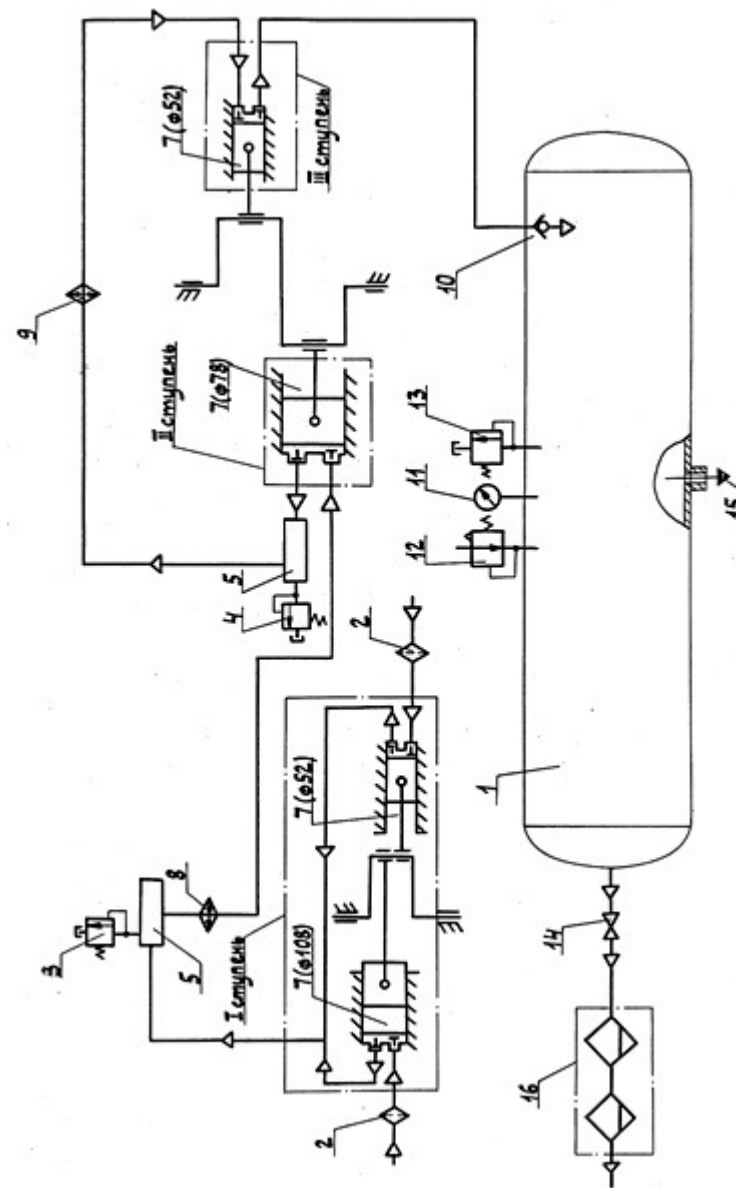

Рис. 13. Схема пневматической установки К-33
4.2. Принцип работы установки (рис.13)